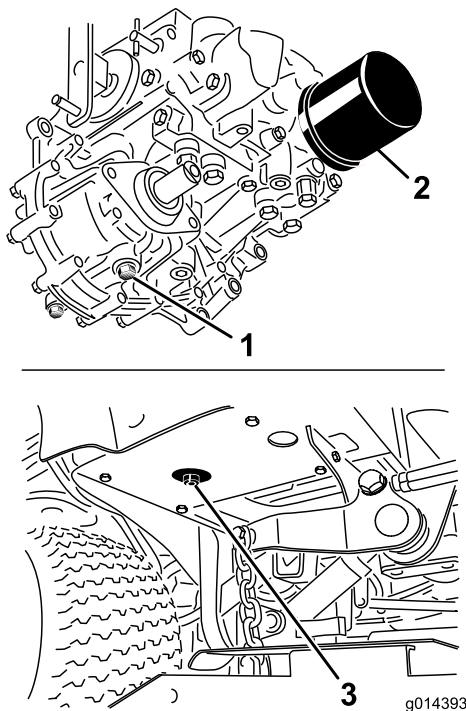

Bild 53
3. Stellen Sie eine große Wanne unter den Hydraulikbehälter und das Getriebe und nehmen die Schrauben ab. Lassen Sie das Hydrauliköl ablaufen (**Bild 53**).
4. Reinigen Sie den Bereich um den Hydraulikölfilter und nehmen Sie den Filter ab (**Bild 53**).